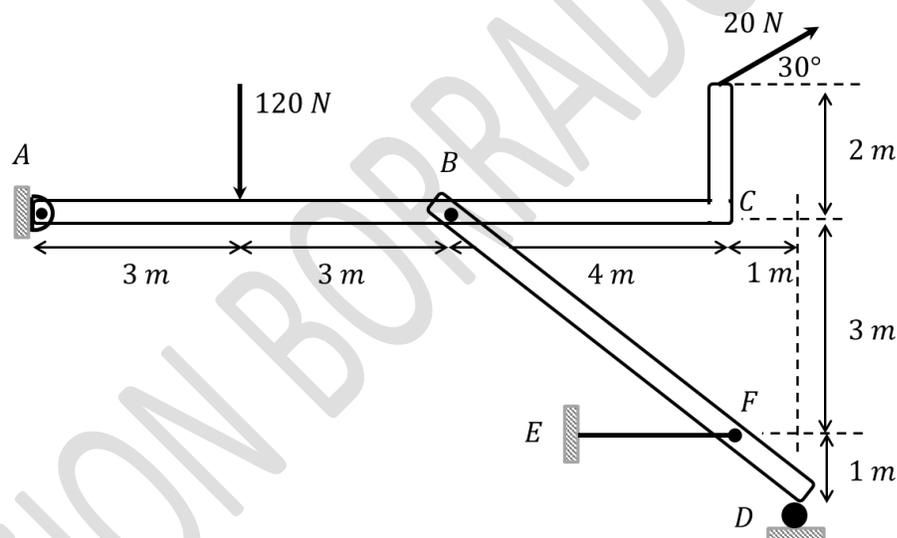

Fig. 6.20.
6.7.- Un armazón es sometido a una carga puntual de 120 (N) y otra de 20 (N) como se muestra en la Fig. 6.20. El armazón está montado sobre un pasador fijo en A, un soporte en D y una cuerda EF que lo mantiene en equilibrio. Determinar las fuerzas que se ejercen sobre el elemento BD.